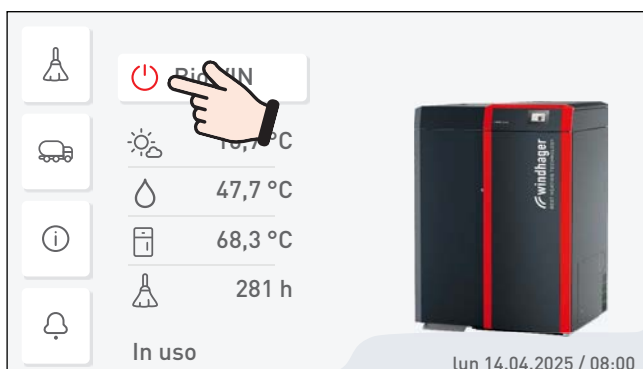

Fig. 45 Spegner caldaia a pellet
- Spegner la caldaia con il tasto ON/OFF su InfoWIN Touch (Fig. 45 – vedere anche il manuale d'uso di InfoWIN Touch) e attendere la fine combustione (circa 20 minuti).